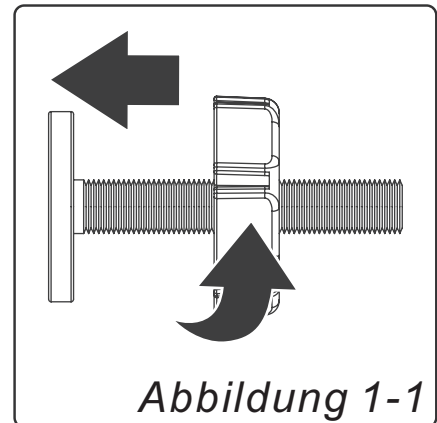

Abbildung 1-1
Finden Sie die (4) Gewindestangen (B). Drehen Sie die Einstellräder entlang des Gewindes, um den Spalt zwischen dem Einstellrad und dem Gummifuß zu beseitigen (*Abbildung 1-1*).